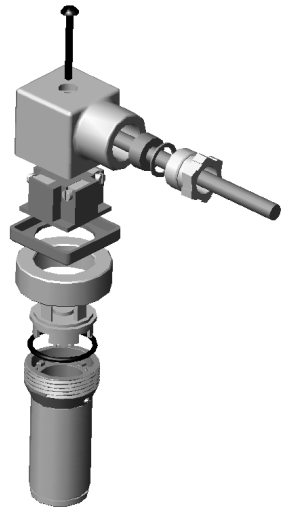
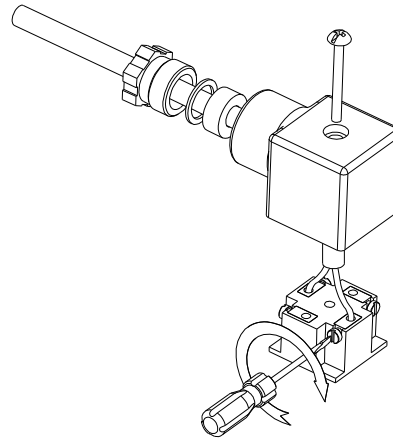
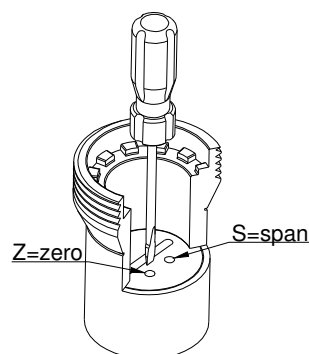

Figure 1 - Éclaté du connecteur
Figure 2 - Connexion des fils
Figure 3 - Réglage
Démontez le connecteur comme indiqué à la figure 1 et connectez le câble comme illustré à la figure 2. Remontez le connecteur et le fixez sur le transmetteur.
Dans les versions disponibles, il est possible de régler le zéro (Z) et l'échelle de mesure (S) en démontant le connecteur (figure 1) et en les ajustant avec un outil approprié (figure 3).